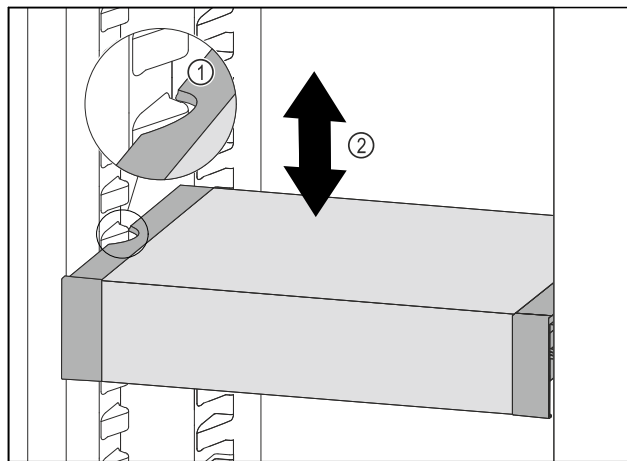

Fig. 75
- ▶ VarioSafe vucite prema naprijed sve dok se bočni otvori VarioSafe ladice ne nađu na visini žlijeba spremnika u hladnjaku. Fig. 75 (1)
- ▶ Pomičite ladicu VarioSafe u hladnjaku prema gore ili dolje sve dok ne dosegnete željenu visinu. Fig. 75 (2)